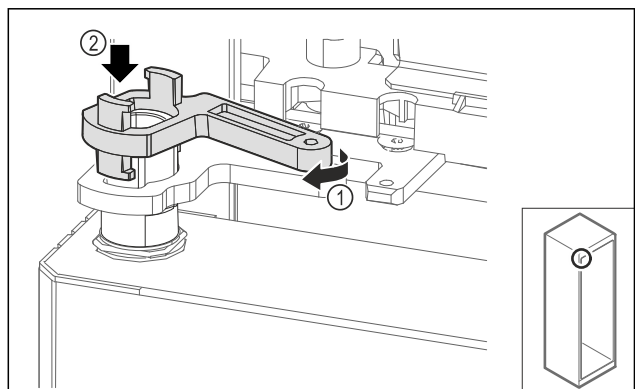

Fig. 66
- ▶ Vergrendeling lagerbok iets draaien Fig. 66 (1) en op de huls plaatsen Fig. 66 (2).